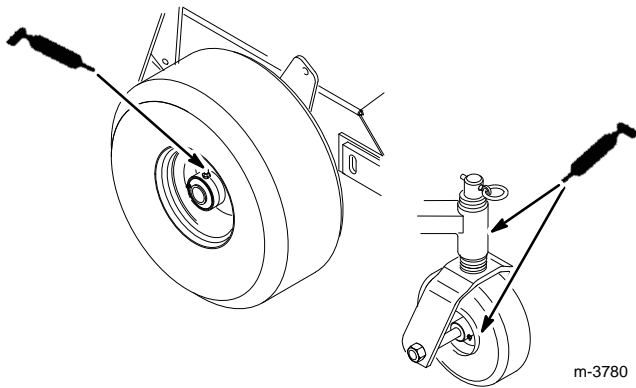

Figure 38
1. Lubrifier les roulements des roues motrices et des roues pivotantes et les fuseaux des roues avant (Fig. 38) toutes les 8 heures.